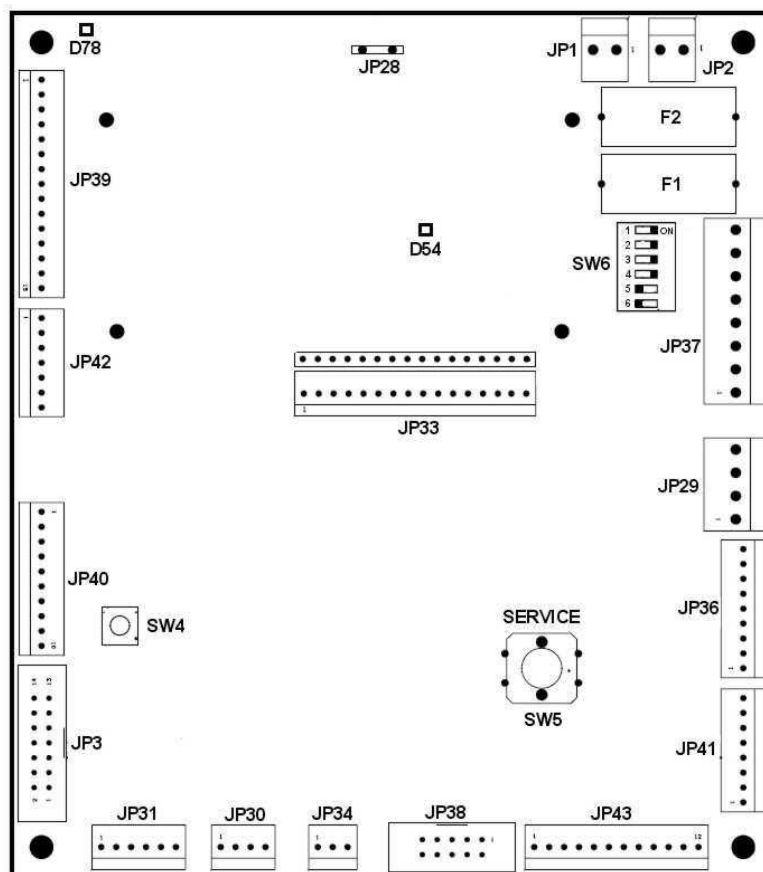

Figura 6.1
- Se si utilizza una monetiera MDB impostare SW6 sulla scheda elettronica con gli switch 1,2,3,4 in ON e 5,6 in OFF come indicato in Figura 6.1 (impostazione standard). Se si utilizza invece una monetiera EXECUTIVE impostare SW6 con gli switch 1,2,3,4 in OFF e 5,6 in ON.